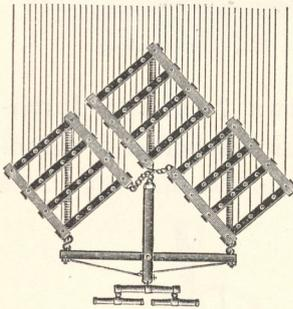

Fig. 786. Reformegge von A. Rohrmann, Raudten.
a) **Ackereggen.** Diese werden in Rahmen und Zinken immer mehr aus Eisen und Stahl hergestellt. Die Form des Rahmens war früher meist eine rechteckige oder rautenförmige, und die einzelnen Rahmen gingen mit einer Spitze nach vorn. Zu den besten Eggen dieser Art gehören die *Reformeggen* (Fig. 786), bei denen ein Aufspalten der hölzernen Balken an den Enden nicht vorkommen kann. Die Viereckform hat sich am meisten bei den *Feineggen* erhalten, die besonders zum Übereggen der keimenden Kartoffeln und des Sommergetreides dienen, auch zum Zerstören des Hederichs und um die Kruste zu brechen und den Boden aufs feinste zu krümeln. Sonst sind jetzt die gebräuchlichsten Rahmenformen die \sphericalangle - und \sphericalcap - und Knieform, letztere aus den Zickzackeggen durch Weglassung eines Teiles und Gleichbiegung der beiden Restteile entstanden (Fig. 787—789). Die gebogenen einzelnen „Balken“ werden zu 2—4 zu einem „Eggenfelde“ miteinander verbunden, so daß jedes Feld für sich allein beweglich ist. Die Eggenfelder ohne Querverbindungen verstopfen am wenigsten.